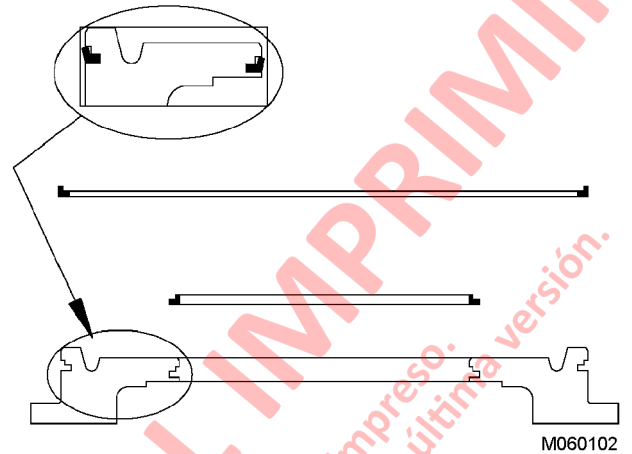

FIGURA 7-66.
26. Lubrique las ranuras de los sellos de anillo del pistón (23) con un lubricante soluble en aceite, tal como la grasa de armado de motores. Instale el sello de anillo pequeño (24) en la ranura interna y el sello de anillo grande (22) en la ranura externa. Consulte la Figura 7-66 para ver la orientación correcta.